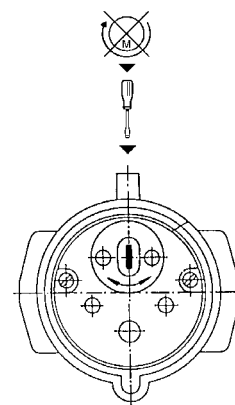

Fig. 3
- I det här fallet ska **fasinverteringen** i CEE-kontakten vridas runt 180° med en lämplig skruvmejsel (fig. 3).